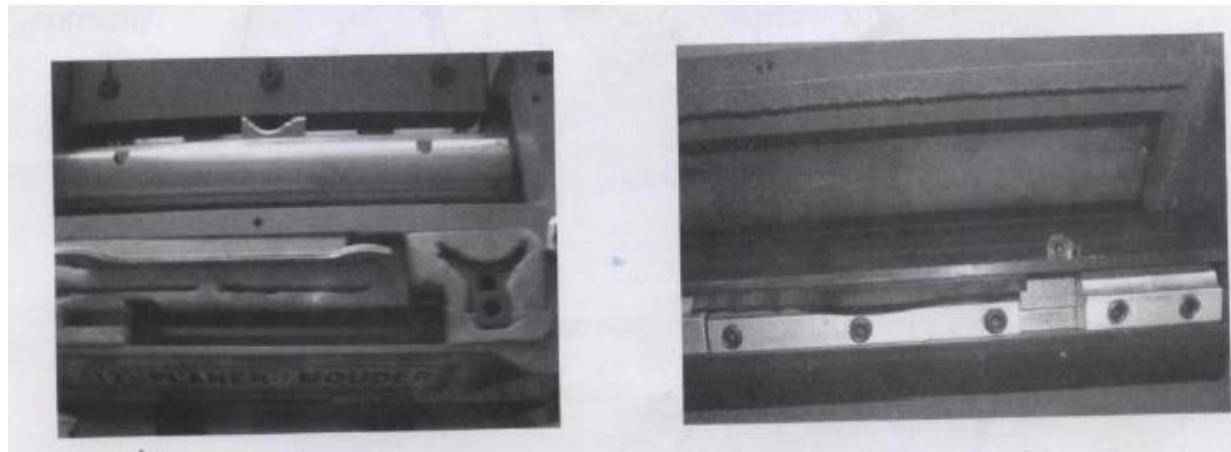

Рис.10
1. Установить режущие пластины. Выбрать требуемый профиль калёвочной режущей пластины и посадить её в отверстие, оставленное распоркой, так чтобы у неё было то же направление резания, что и у строгального ножа. Обеспечить плотное прилегание каждой режущей пластины к прижимной планке. *Рис.10*